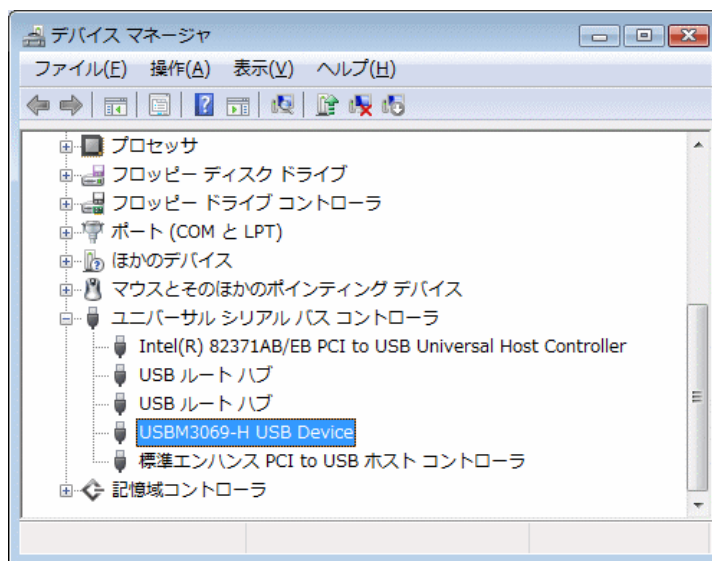

図 11 Windows 7 のドライバインストール確認
- ④ デバイスを USB ケーブルでパソコンに接続します。図 11 のように「デバイス マネージャ」の画面に「USBM3069-H USB Device」と表示されれば、ドライバが正しくインストールされています。